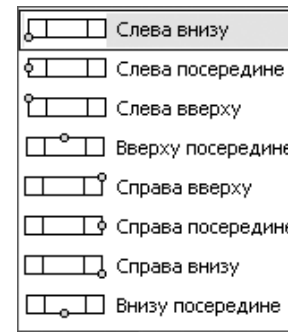

Рис. 5.22. Список возможных базовых точек в таблице допуска
- список **Базовая точка**, позволяющий задать расположение таблицы допуска относительно точки, указанной в качестве базовой (рис. 5.22);
- щелкните на **Панели свойств: Допуск формы** в разделе **Базовая точка** по раскрывающемуся списку. Появится список возможных расположений базовой точки на таблице (см. рис. 5.22);